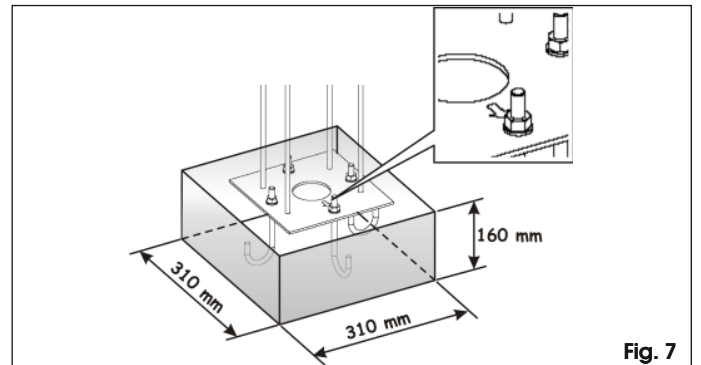

Fig. 7
2. Réaliser une base de fondation d'après la Fig. 7.
3. Sceller la plaque de fondation, d'après la Fig. 7, en prévoyant une ou plusieurs gaines pour le passage des câbles.